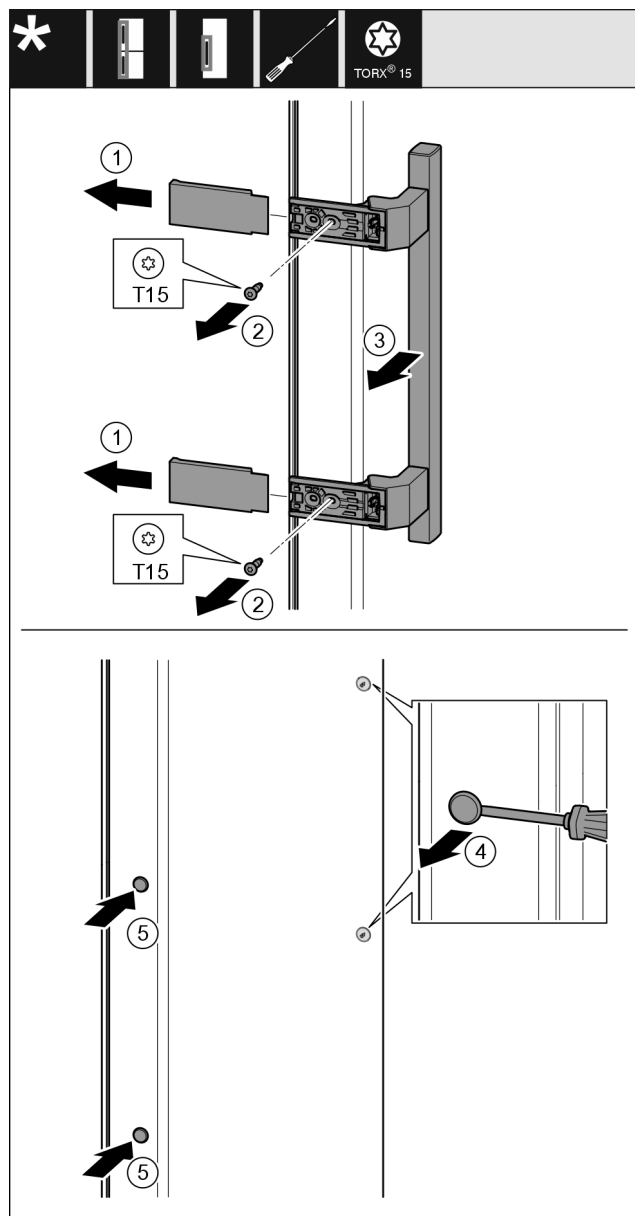

Fig. 25
- Stáhněte kryt Fig. 25 (1).
- Šroubovákem vyšroubujte šrouby Fig. 25 (2).
- Sejměte madlo Fig. 25 (3).
- Postranní zátku Fig. 25 (4) opatrně plochým šroubovákem nadzvedněte a vytáhněte.
- Zátku Fig. 25 (5) opět vložte na druhé straně.